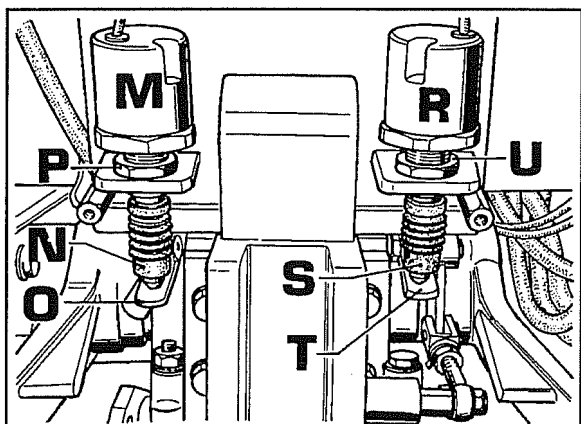

Fig. 54
1. Registrazione sensore posizione controllata **M** (fig.54).
2. Registrazione sensore sforzo controllato **R** (fig.54).
- d Girare sul segno negativo (-) il reostato **V**. Se il sollevatore non alza significa che è registrato in modo corretto. Se invece il sollevatore alza l'attrezzo, occorre effettuare una ulteriore registrazione. Sul sensore dello sforzo **R** fig.54 operare come segue:
- e. Per il controllo della registrazione sul sensore **M** fig.54 comando posizione è necessario:
Spingere a mano verso l'alto la leva **O** (fig.54) comando sensore. Se il sollevatore si abbassa ulteriormente, significa che occorre ritoccare la precedente registrazione operando come segue: